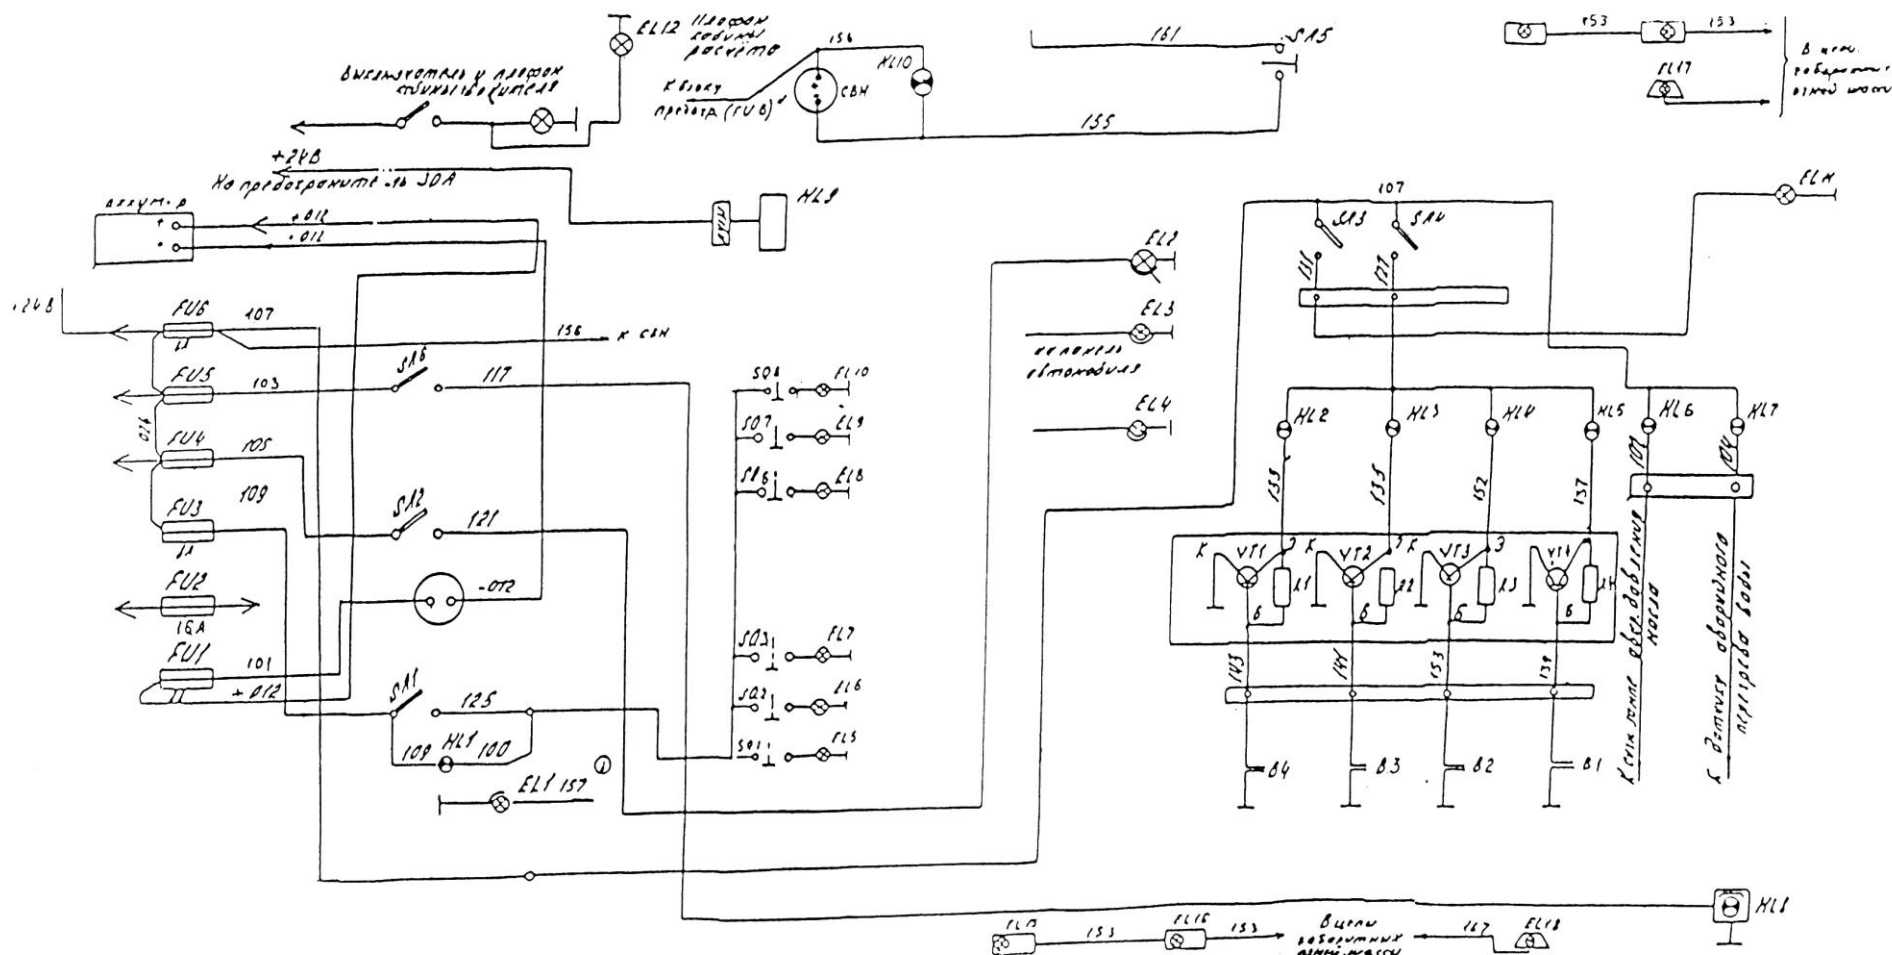

Рис. 8 Электрооборудование дополнительное. Схема электрическая принципиальная
5.9 Электрооборудование (Рис. 8)